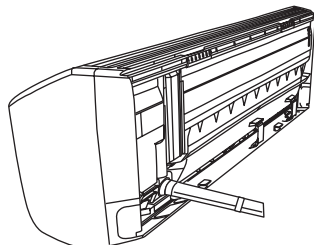

图7
- (1) 当要把铜管从后面引出时，将铜管、排水管和连接电缆一起用附件 ⑫ 胶带绷紧。（图7）